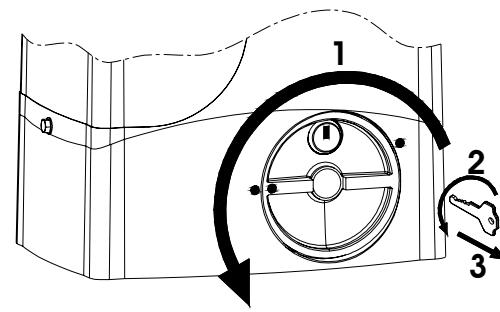

Fig.29
1) Tourner le système de déverrouillage dans le sens des aiguilles d'une montre jusqu'à son arrêt, Fig. 29 réf. 1.
2) Tourner la clé dans le sens inverse des aiguilles d'une montre et l'extraire de la serrure, Fig. 29 réf. 2 et 3.